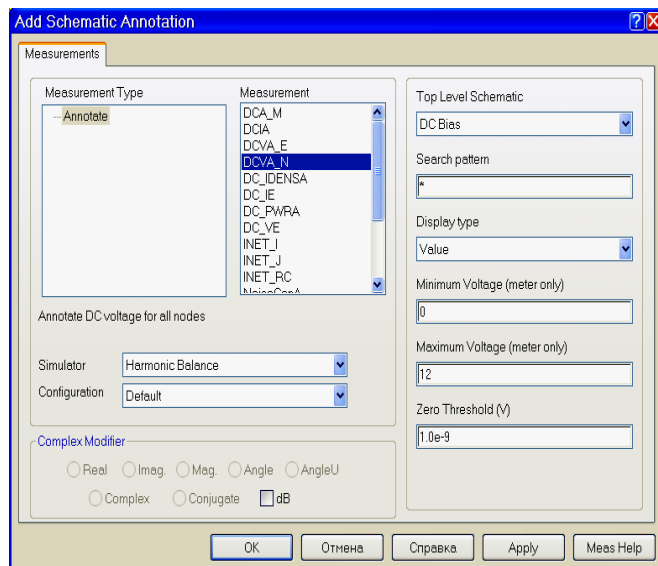

Рис. 4.8
1. Щёлкните правой кнопкой мышки по имени схемы **DC Bias** в левом окне просмотра проекта и выберите **Add Annotation**. Откроется окно рис. 4.8. В области **Measurement** этого окна отметьте напряжение постоянного тока **DCVA_N** и нажмите **Apply**.